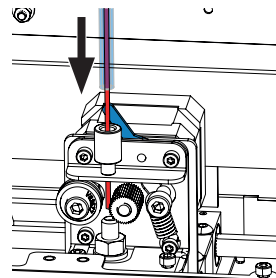

图 26
- ⇒ 将纤维推过挤出机的顶部开口，直到纤维位于两个导轮之间（图 26）。